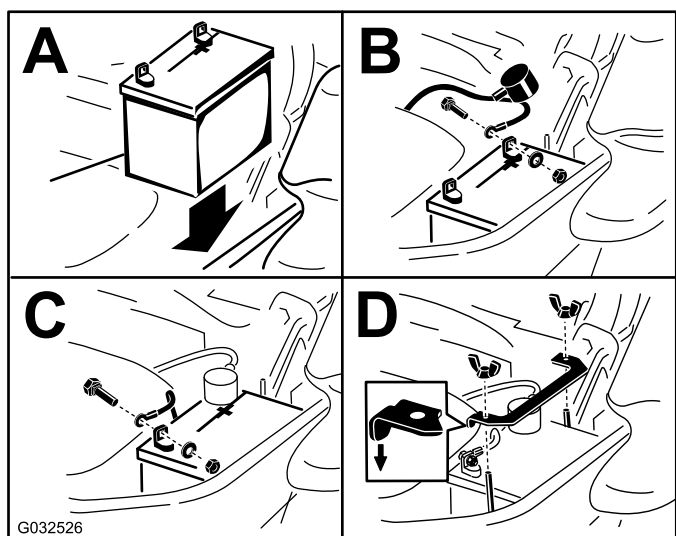

Figure 68
**Remarque:** Placez la batterie dans son support en tournant les bornes à l'opposé du réservoir hydraulique (Figure 68).